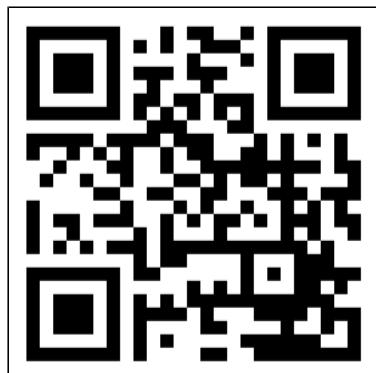

Figure 75.
1. Öppna handboken för Euroms smarta app med QR-kod (Figure 75) eller gå till www.eurom.nl/nl/manuals.